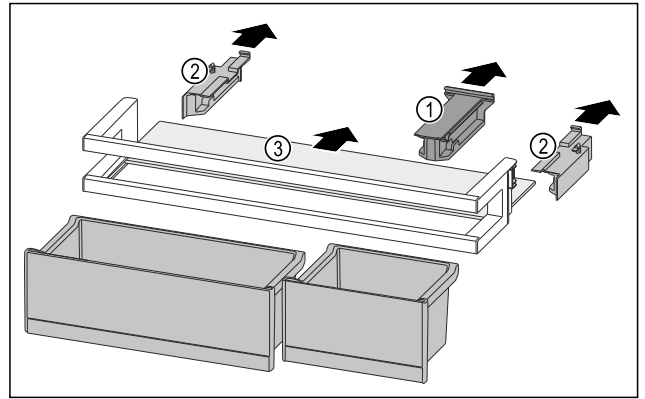

Fig. 146
- ▶ Halteteil Fig. 146 (1) abziehen.
- ▶ Seitenteile Fig. 146 (2) abziehen.
- ▶ Abstellfläche Fig. 146 (3) entnehmen.